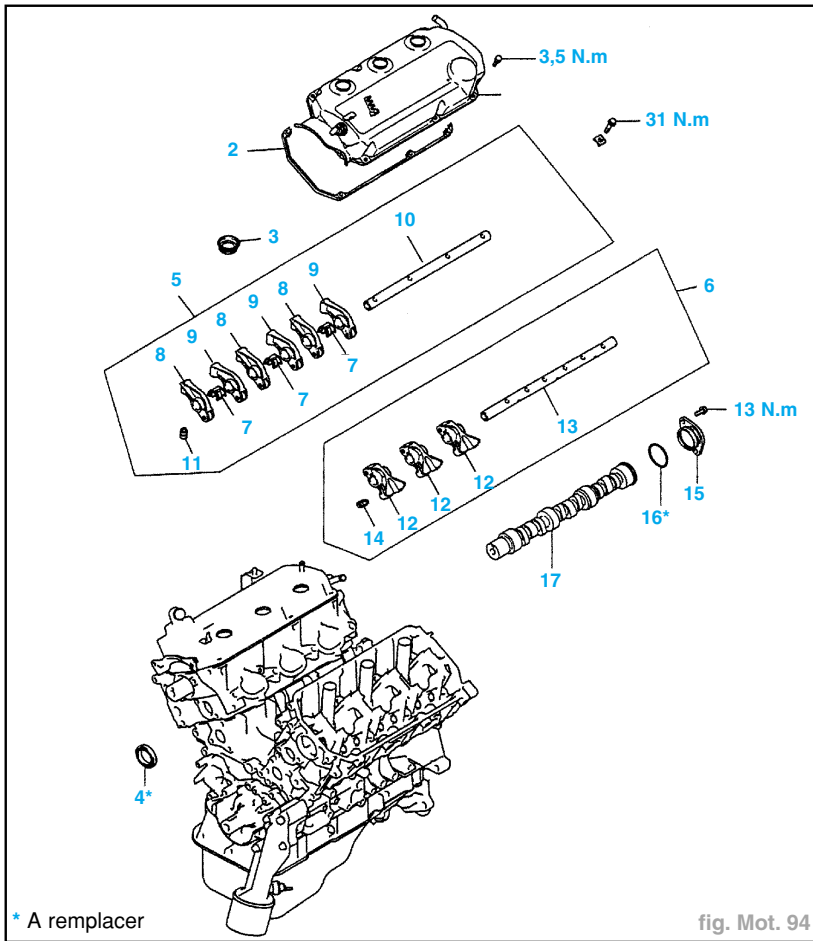

fig. Mot. 94
- Pour la dépose, procéder dans l'ordre suivant (fig. Mot. 94) (voir page 42) :
- 8 Culbuteur (A)
- 9 Culbuteur (B)